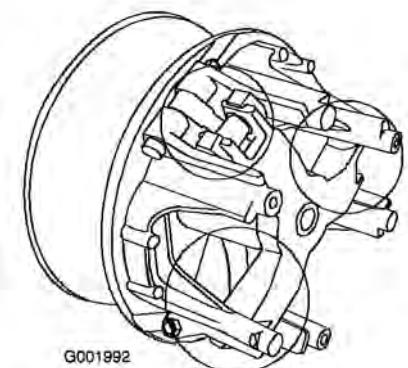

図 54
- 図 54で○で囲んで表示している部分の可動部にToro 潤滑剤(Toro 代理店で購入可能)をスプレーする。